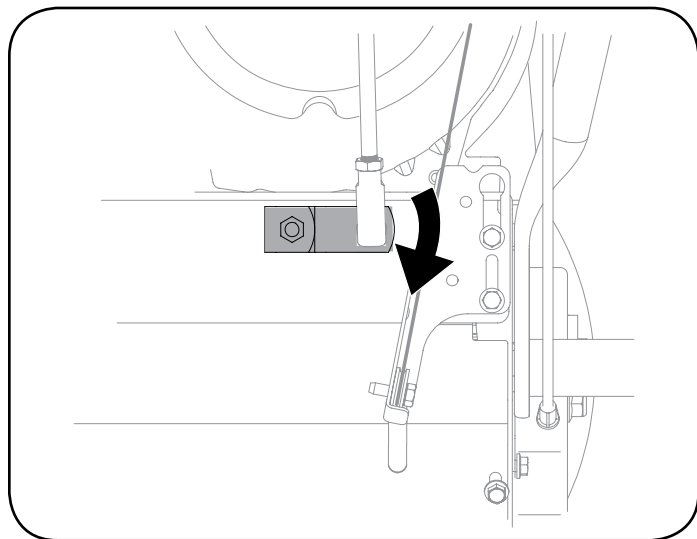

Figura 51
3. Gire el soporte de cambio hacia abajo lo más que se pueda. Consulte la Figura 51.